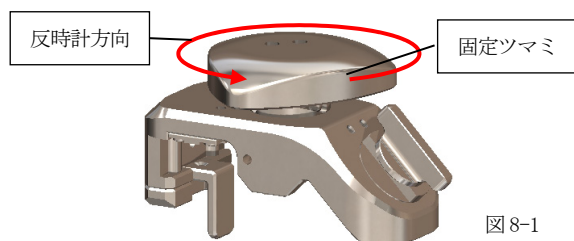

図 8-1
○レトラクタースライドアジャスターⅡは下記手順で取り付けや操作を行ってください。(図 8-1～図 12-2)
- (1)-1 固定ツマミを反時計方向に回転し、抵抗を感じた時点で操作を止めてください。(図 8-1)